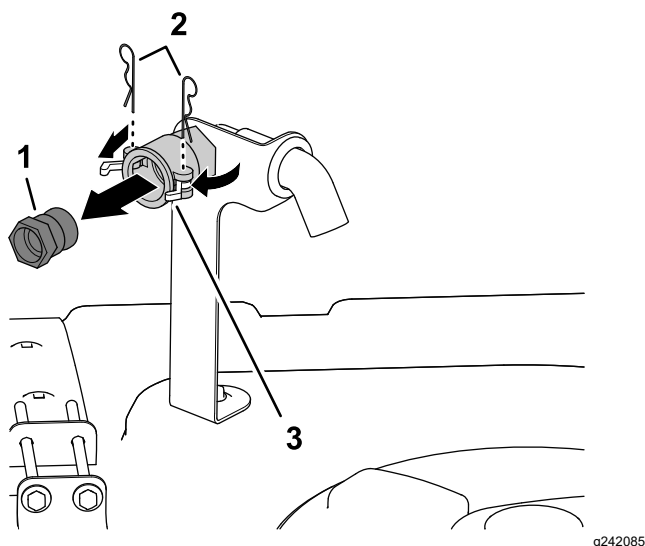

Bild 3
1. Entfernen Sie vorne an der rechten Seite der Behälterabdeckung die zwei Splinte, mit denen die Riegel für die Schnelltrennkupplung für den Rücklauffüllanschluss befestigt sind (Bild 3).
2. Drehen Sie die Riegel in die geöffnete Stellung, um das Schnelltrennanschlusstück von der Schnelltrennkupplung zu entsperren (Bild 3).
3. Nehmen Sie das Schnelltrennanschlusstück von der Schnelltrennkupplung ab (Bild 3).
4. Schließen Sie die Riegel und setzen Sie die Splinte in die Flansche der Schnelltrennkupplung ein (Bild 3).